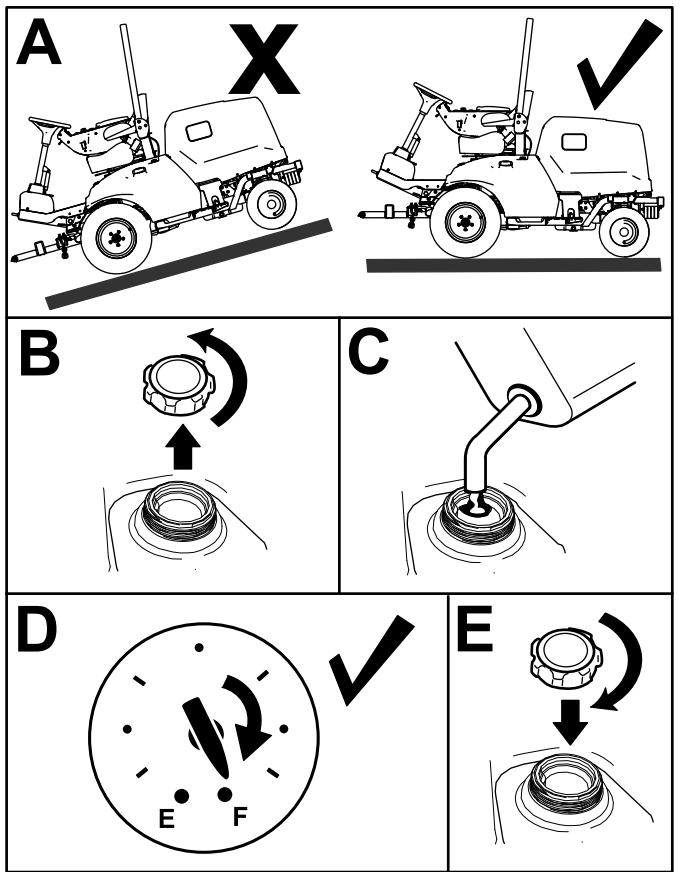

Bild 32
1. Parken Sie die Maschine auf einer ebenen Fläche (Bild 32), aktivieren Sie die Feststellbremse, stellen den Motor ab und ziehen den Schlüssel ab.